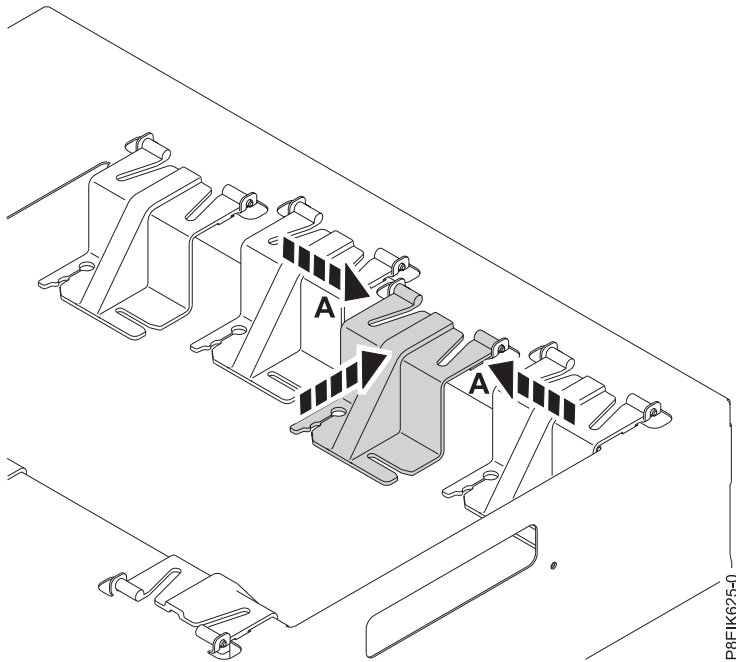

Figure 25. Remise en place de la pince sur le support
- d. Pincez la pince au points **(A)** et remettez-la en place sur le support (voir figure 25, à la page 22).